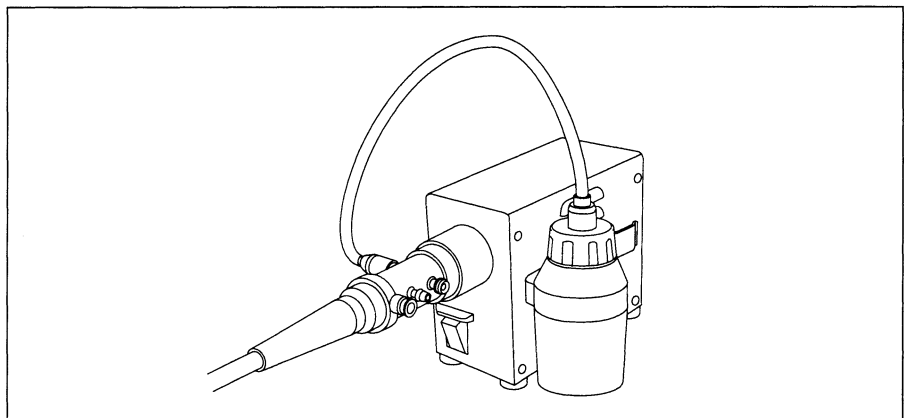

Рис. 3.6
6. Вставьте форсунку емкости для спирта в разъем емкости для воды на разъеме световода. (См. рис. 3.6.)